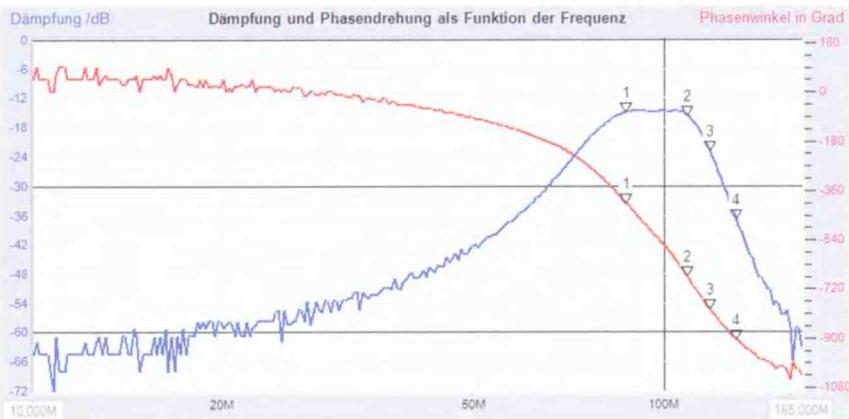

Рис. 13
Сигнал с KT1 снимают через разделительный конденсатор и добавочными резисторами обеспечивают согласование с соединительным кабелем. Скорее всего, придётся временно установить параллельно резистору R7 резистор со сопротивлением 100(300) Ом для кабеля с волновым сопротивлением 50(75) Ом. Корректируют АЧХ входного фильтра (**рис. 13**), при этом надо следить за уровнем сигнала на эмиттере транзистора